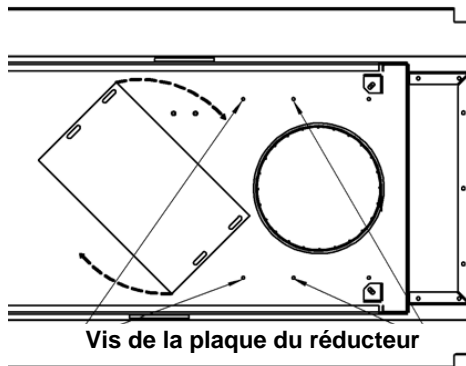

Fig.2
2. Pivotez le réducteur de carneau de 180°. (Fig.2). Placez le réducteur sur le carneau et placez les 4 vis DT dans les trous.